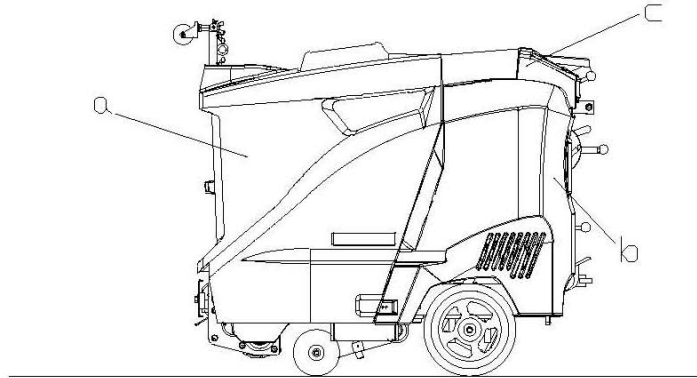

図 15
- 14.リヤーカバー(b) サイドカバー(c)を取付、ボンネットを閉じる。・・・図 15